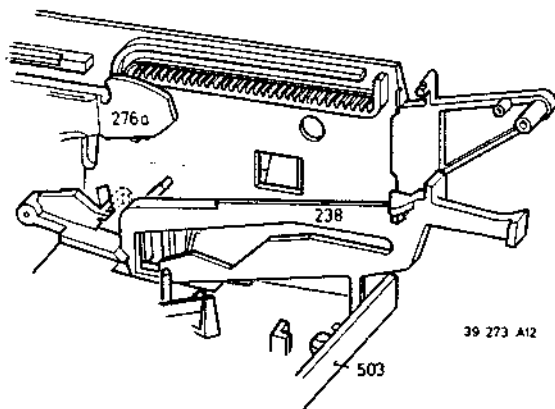

Fig. 3-1-22
- Zo ver rijden dat de liftaandrijfhefboom pos. 276-b verticaal staat.
- De liftklephefboom naar links eruit trekken (Fig. 3-1-22).